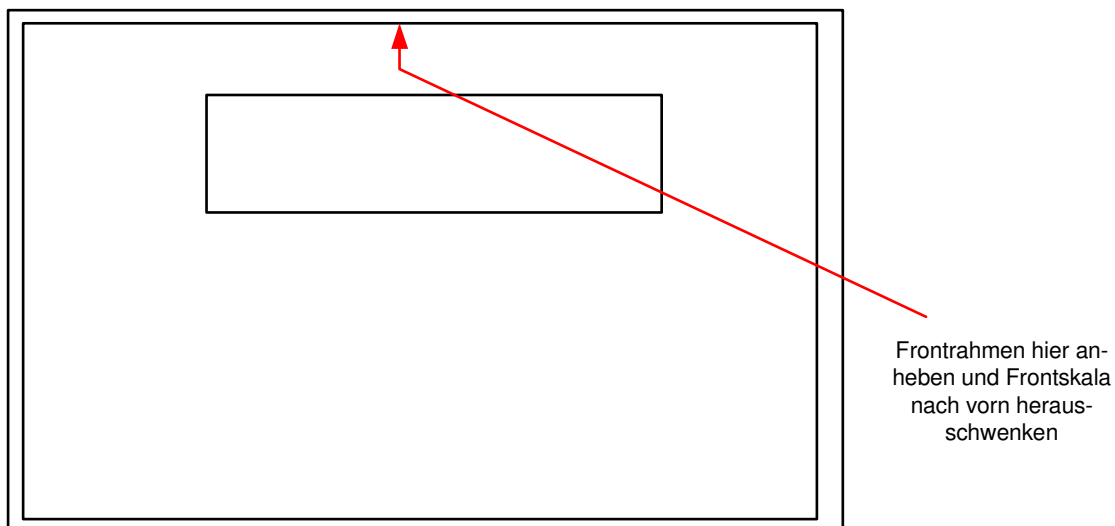

Abb. 5: Demontage Frontskala
7. Die Frontskala entfernen (Frontskala oben mittig aushebeln und nach vorn herauschwenken, dann unten ausheben, siehe Abb. 5).
4. Frontskala entfernen (Frontskala oben aushebeln und nach vorn herausschwenken, dann unten ausheben, siehe Abb. 5).
6. Frontskala entfernen (Frontskala oben aushebeln und nach vorn herausschwenken, dann unten ausheben, siehe Abb. 5).